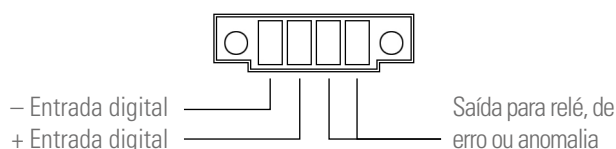

Fig. 15. Conector Entrada digital-Saída para relé.
- O equipamento dispõe de um conector de quatro terminais para uma entrada digital e uma saída para relé (ver Fig. 15).